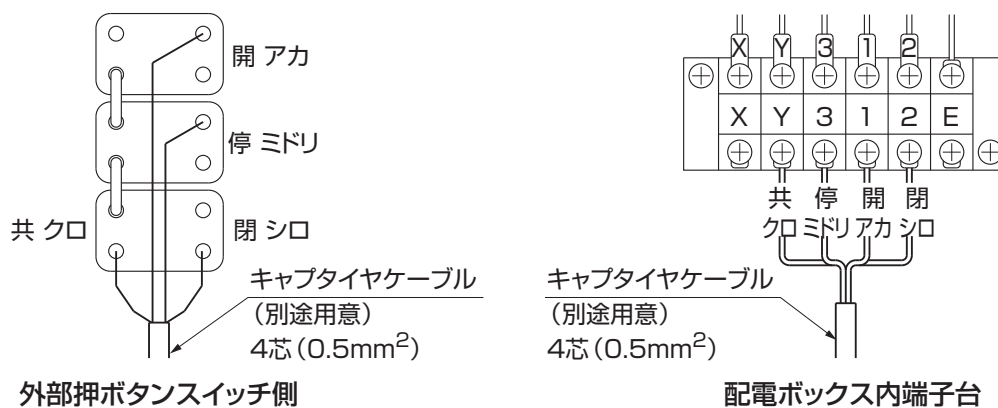

図15-2
- ②配電ボックス内の端子台にキャプタイヤケーブル（4芯）を接続してください。（図15-2参照）
- ③外部押ボタンスイッチ側の端子台にキャプタイヤケーブル（4芯）を接続してください。（図15-2参照）